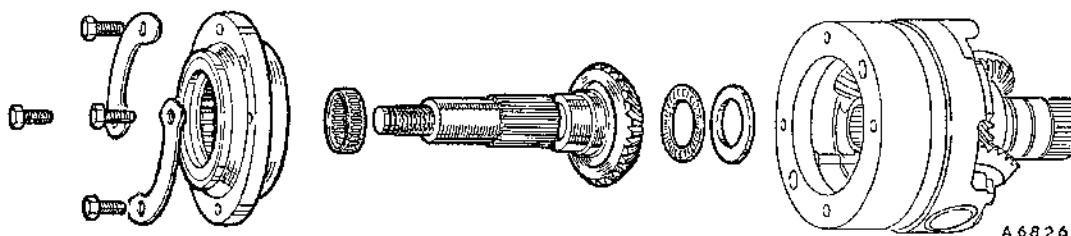
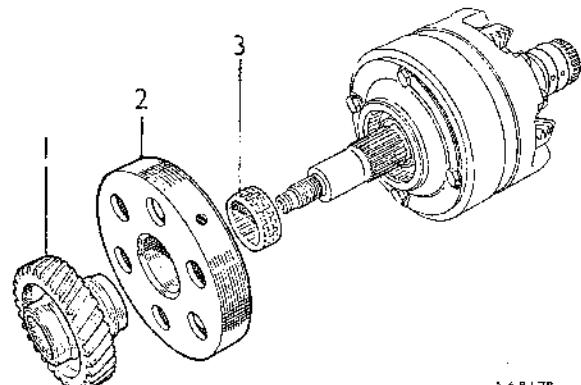

Fig. Fa.40
Fig. Fa.47
- (6) Enderezar las arandelas de seguridad y quitar los tornillos de fijación del alojamiento de la rueda libre del engranaje de primera velocidad.
- (7) Sacar el conjunto de rueda libre de primera, el engranaje primario, el cojinete de empuje Torrington y la arandela (Fig. Fa.40)
- (27) Acoplar el piñón cónico del eje primario con su cojinete de agujas de empuje Torrington y su arandela selectiva de acero (ver Fig. Fa.40).
- (28) Montar el embrague irreversible en el alojamiento del planetario (Fig. Fa.40), apretar los pernos de fijación y doblar las patillas de las plaqüitas de seguridad.
- (29) Volver a montar el soporte de rueda libre.
- (30) Montar el engranaje primario y su cojinete de agujas (ver Fig. Fa.47).